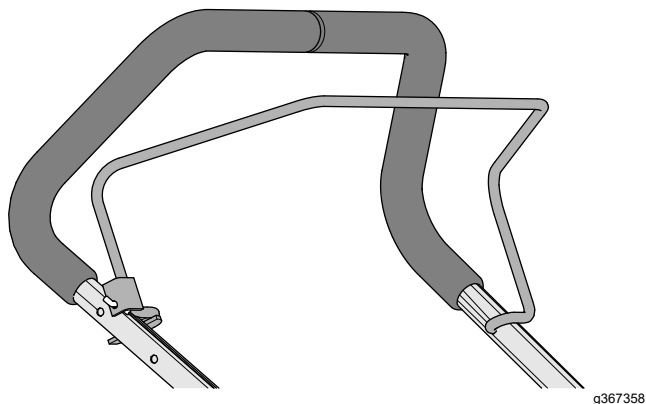

Figura 11
3. Insira a extremidade do manípulo de presença do operador na pega, aperte ligeiramente a outra perna do manípulo e insira o manípulo na pega (**Figura 11**).